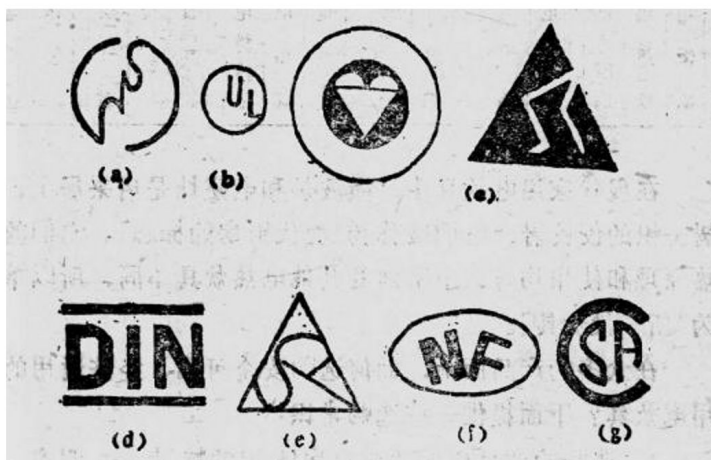

图 1-1 国外电炊具产品的标志
2. 对于国外的产品，要认识国际优良产品的标志，参见图1-1。图中，(a)为日本标志，(b)为美国标志，(c)为英国标志，(d)为联邦德国标志，(e)为澳大利亚标志，(f)为法国标志，(g)为加拿大标志。苏联标志是ГОСТ。